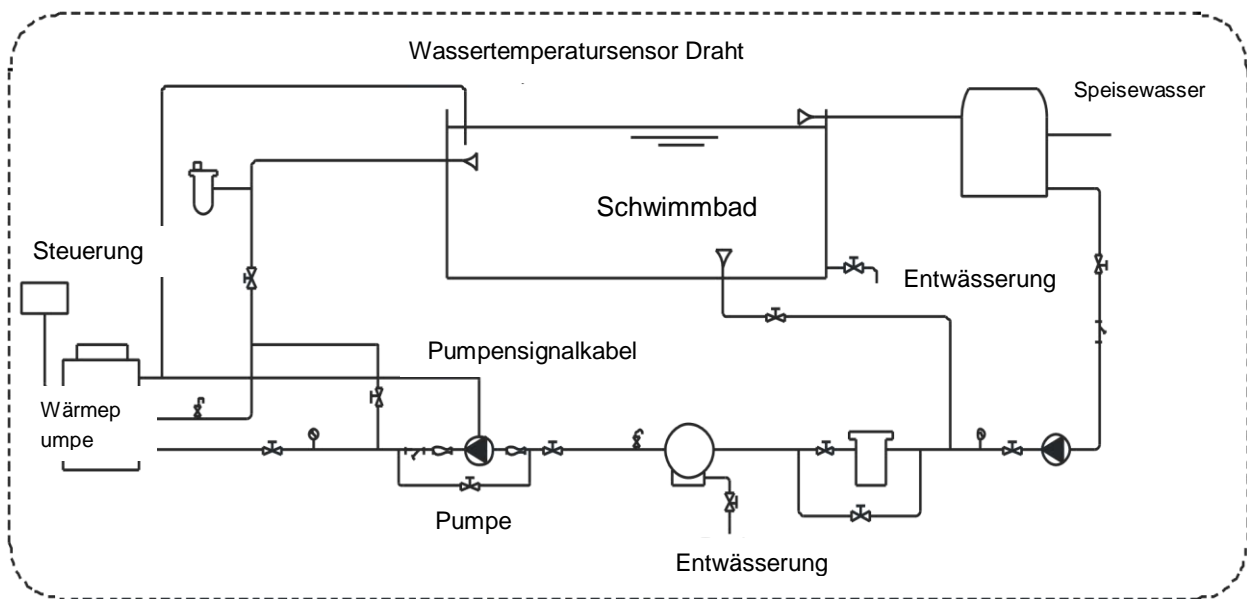

Abbildung 8 Diagramm (Einzelgerät als Referenz)
- Die Tasche darf auf keinen Fall den Boden des Durchflussschalters berühren, sonst wird der Schalter deformiert und ungültig (Abbildung 8).